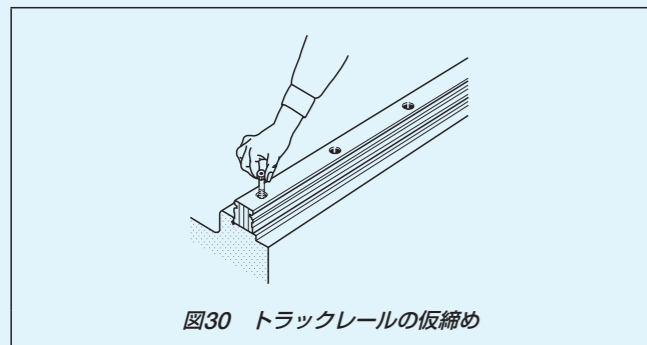

図30 トラックレールの仮締め
- ・リニアウェイのトラックレールの取付基準面に正しく合わせて仮締めします。(図30参照)